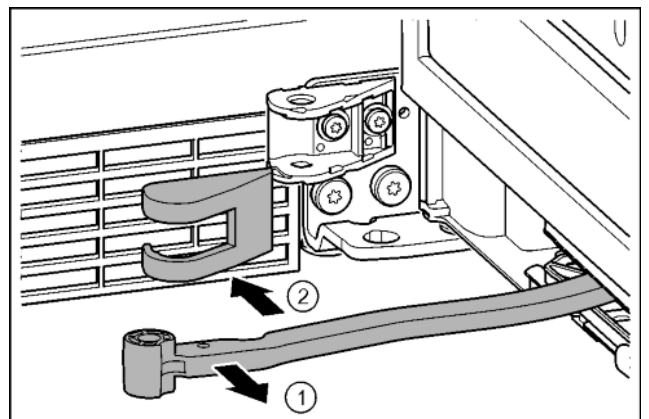

Fig. 18
- ▶ Tourner l'articulation en direction de la porte. Fig. 18 (1)
- ▶ Retirer le cache du support de palier. Fig. 18 (2)